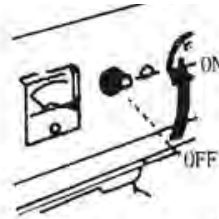

Рис. 59
9.2.2 Перевірте, чи стоїть перемикач змінного струму у позиції "ON" (Рис. 59).